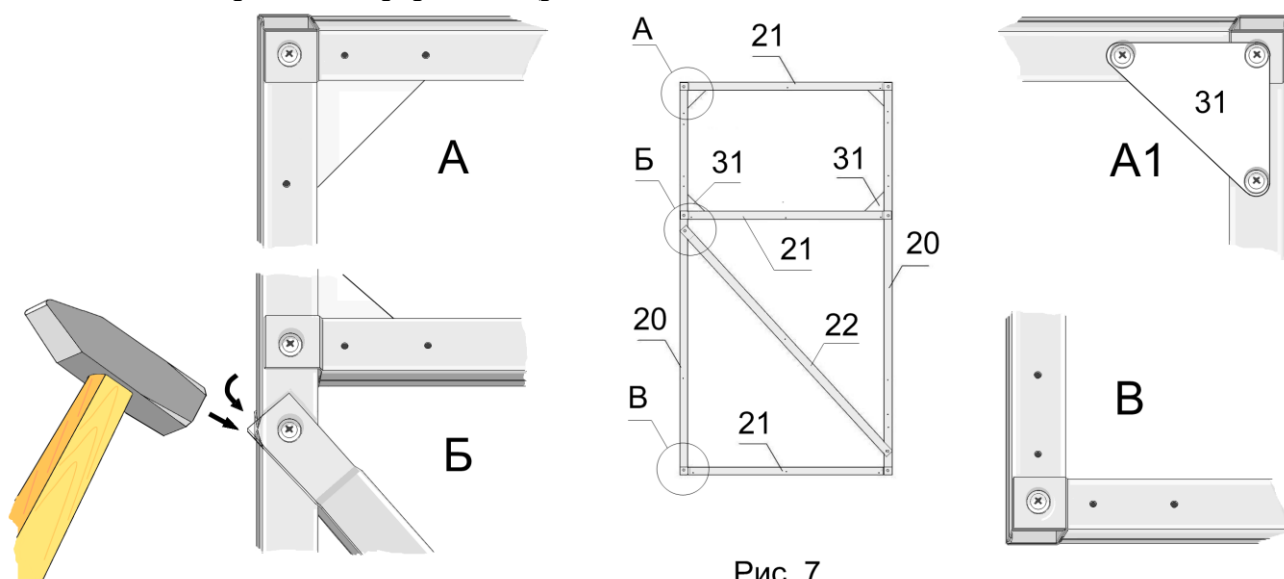

Рис. 7
- 3.1.9. После присоединения деталей, выступающие углы необходимо аккуратно загнуть молотком (рис. 7)
3.1.10. Две стойки двери № 20 соедините между собой тремя поперечинами двери № 21 (рис. 7).
Сначала произведите крепление каркаса двери саморезами 4,2x16 с наружной стороны теплицы, так как с внутренней стороны необходимо закрепить косынки №31, для фиксации форточки (рис.7-А1).
3.1.12. Поверните каркас двери внутренней стороной вверх и произведите крепление саморезами. В проёме форточки закрепите косынки №31 (рис.7-А1) для фиксации форточки в закрытом состоянии.